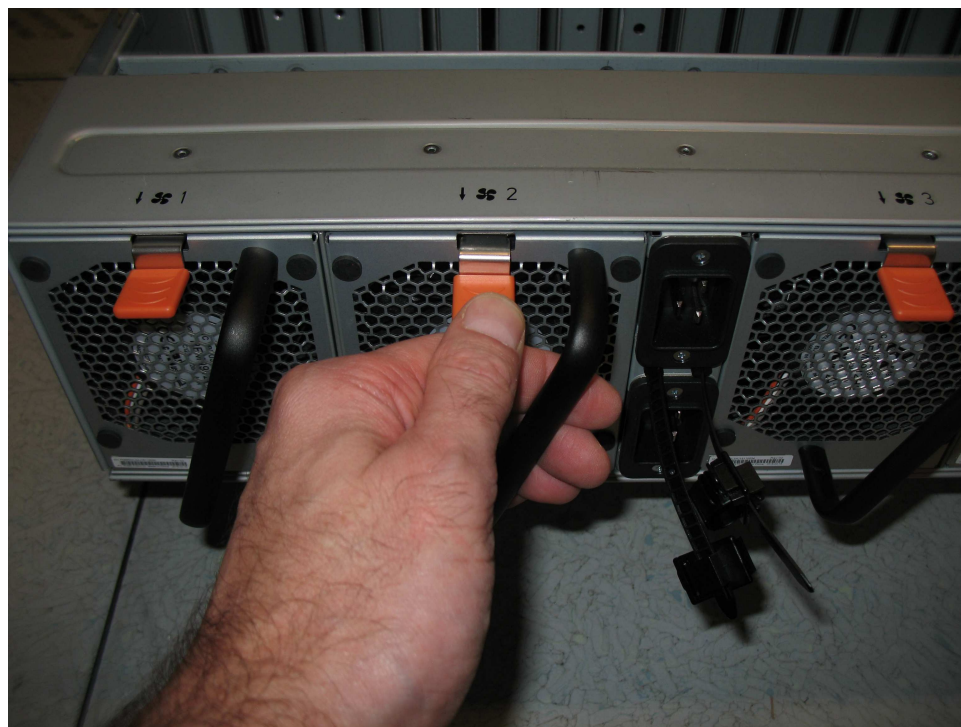

図 110. ファン・モジュールの解放タブ
2. 130 ページの図 110 に示すように、ファン・モジュールの解放タブを押します。